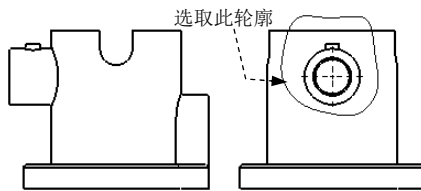
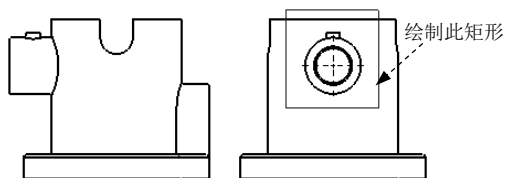

图 4.5.29 选取轮廓线
图 4.5.30 绘制矩形轮廓
→ **编辑剪裁视图(A)** 命令，系统进入编辑视图环境，此时剪裁视图如图 4.5.29 所示。
Step3. 重新定义封闭轮廓。在图形区选取图 4.5.29 所示的样条曲线，按 Delete 键将其删除，然后利用草图绘制工具绘制图 4.5.30 所示的矩形。